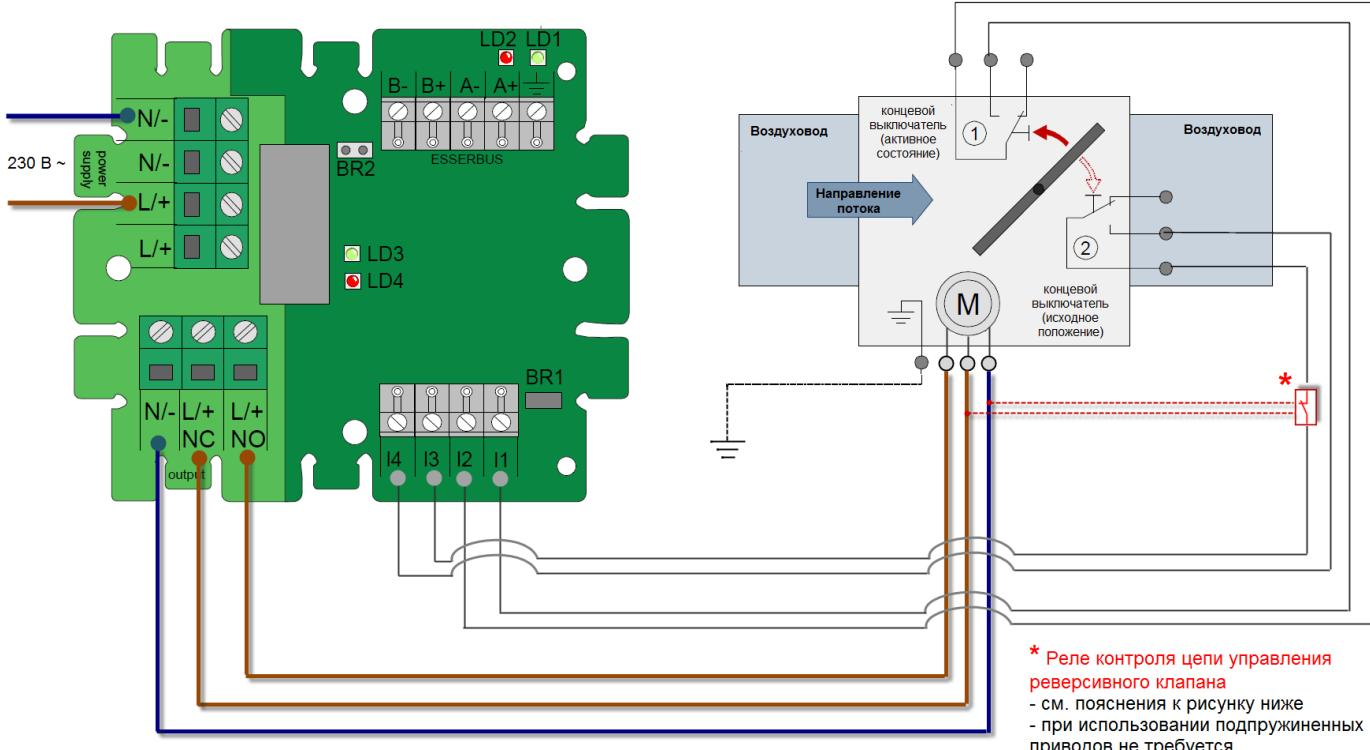

Рисунок 72 – пример подключения модуля 808621 к реверсивному приводу клапана (Belimo)
* Реле контроля цепи управления реверсивного клапана – см. Примечания на Рисунок 72 – пример подключения модуля 808621 к реверсивному приводу клапана (Belimo)**Error! Reference source not found.**